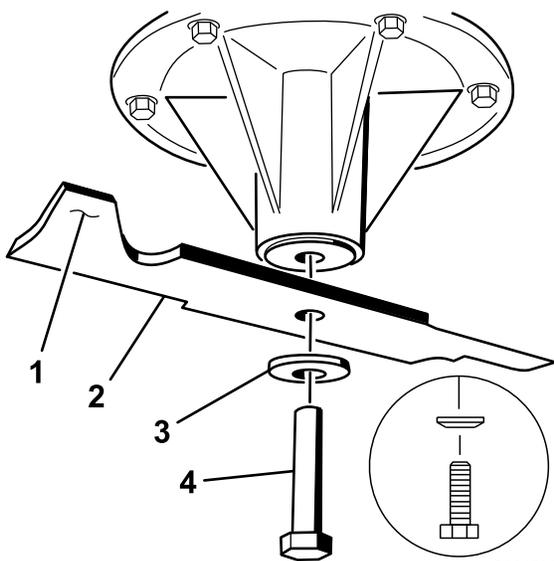

Рисунок 89
- Отверните болт ножа, снимите изогнутую шайбу и нож с вала шпинделя (Рисунок 89).